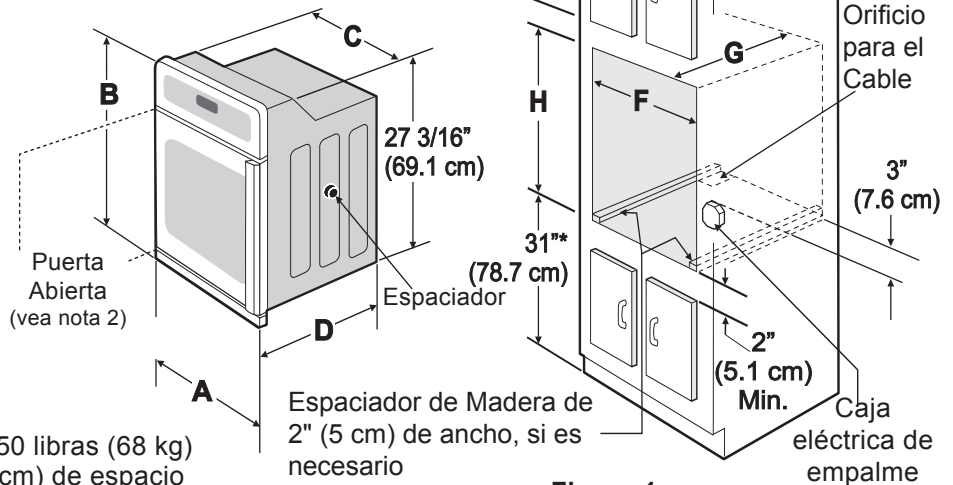

Figura 1
El primer paso para su instalación debe de ser el de medir las dimensiones de la apertura y compararlas con las que se indican en el cuadro de dimensiones del hueco de la figura 1. Posiblemente encontrará que algún trabajo de carpintería será necesario.
Consulte la Figura 1 para conocer las dimensiones pertinentes al su horno y al espacio necesario en el que poner el horno. La superficie donde se va a apoyar el horno debe de ser de madera contrachapada sólida u otro material similar y, sobre todo, la superficie tiene que estar a nivel, de lado a lado, y de atrás hacia adelante.
La altura del horno se puede ajustar con cuñas de madera de 2" (5 cm) de ancho, donde sea necesario, para que quepa en un gabinete o abertura existente, cuando la altura del corte es superior a 281/8" (71,4 cm) (ver la Figura 1). Para un corte de una altura mayor que
2. Este electrodoméstico debe conectarse a la caja de fusibles (o de cortocircuito), por medio de un cable blindado flexible o un cable con forro no metálico. El cable blindado flexible que va desde el electrodoméstico debe de estar conectado directamente a la caja de empalme. La caja de empalme debe de estar localizada en el lugar que se indica en la Figura 1, dejando tanto exceso de cable como sea posible entre la caja y el electrodoméstico, de forma que así el electrodoméstico se pueda mover fácilmente, si fuera necesario para hacer una reparación.